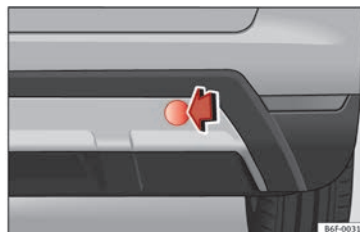

Abb. 108 Hinterer Stoßfänger rechts: Abdeckkappe-Deckel.
- Drücken Sie die Abdeckung zum Herauslösen im rechten Bereich bis diese herausclipst »» Abb. 108.